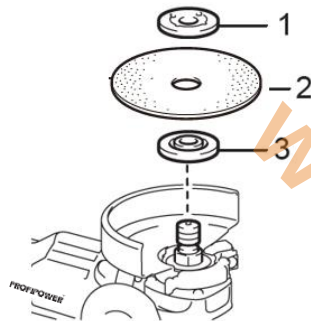

Рисунок 2.2.5. Установка оснастки.
1. Снимите наружный прижимной фланец «3» (рисунок 2.2.5.).
2. Установите на изделие соответствующую оснастку «1», в зависимости от вида работы (шлифование, отрезание), совместив отверстие в оснастке с выступом внутренней шайбы «2» (рисунок 2.2.5.).